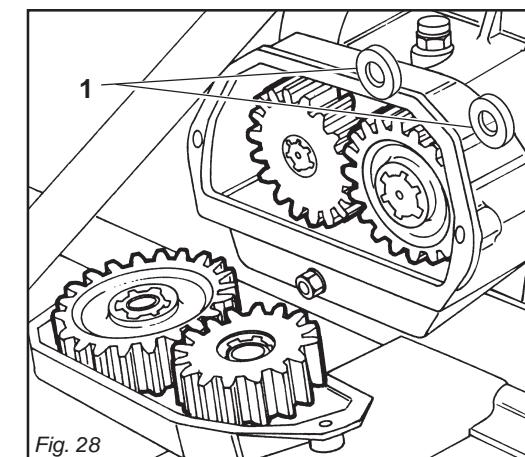

Fig. 28
La macchina è equipaggiata di cambio di velocità (Fig. 28), con una coppia di ingranaggi.
Machine are equipped with a gearshift (Fig. 28), with one pair of gears.
Les machines sont équipées d'une boîte de vitesses (Fig. 28), avec un couple d'engrenages.
Die Maschine sind mit Wechselgetriebe (Abb. 28), mit einem Räderpaar ausgestattet.
Las máquinas están equipadas de cambio de velocidad (Fig. 28), mediante un par de engranajes.
- Fare attenzione durante l'operazione a non far cadere i distanziali (1 Fig. 28), all'interno della scatola cambio.
- La caduta dei distanziali (1 Fig. 28), all'interno della scatola cambio può causare la rottura degli ingranaggi.